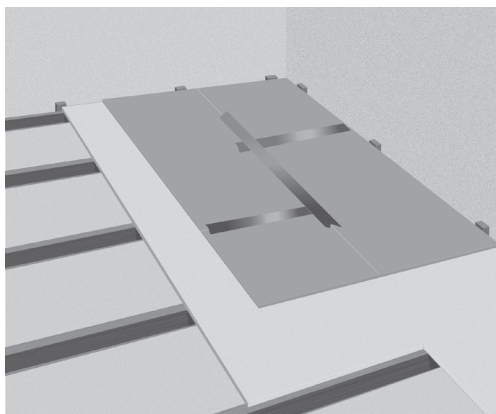

Fig. 4. Underlag
6. Installer underlag, f.eks. Heatcom Reflektor plader (Fig. 4). Hele undergulvet skal dækkes. Underlaget skal installeres i forbandt og samlingerne mellem pladerne skal fikseres med tape.